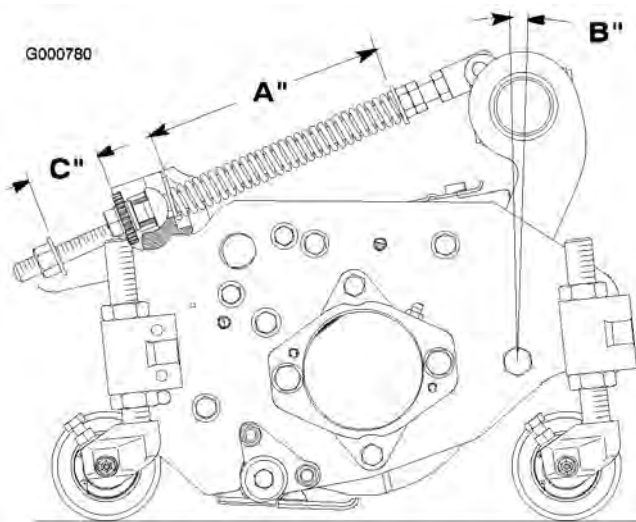

図 73
ターフ補正スプリング（図 73）は、キャリア・フレームとカッティングユニットをつないでおり、前後の揺れの大きさの調整
1. スプリングロッド後部のロックナットを締めて、すきま (C) を 25 mm とする (図 73)。
2. スプリングロッド前部の六角ナットを締めて、スプリング (圧縮状態) の長さ (A) が 203 mm になるようにする (図 73)。
**注** ラフで使用する時やアンジュレーションの大きなフェアウェイを刈る時は、上記の長さ (A) を 216 mm とし、スプリングブラケット後部とワッシャ前面のすきま (C) を 38 mm としてください。(図 73)。
**注** スプリングの圧縮長さ (A) が短くなるほど前から後ろへの重量移動が前から後ろへの重量移動が大きくなり、キャリア・フレームの傾斜角度 (B) が小さくなります。
**注** すきま (C) が大きくなるほどカッティングユニットの地上高は小さくなり、キャリア・フレームの傾斜角度 (B) が大きくなります。